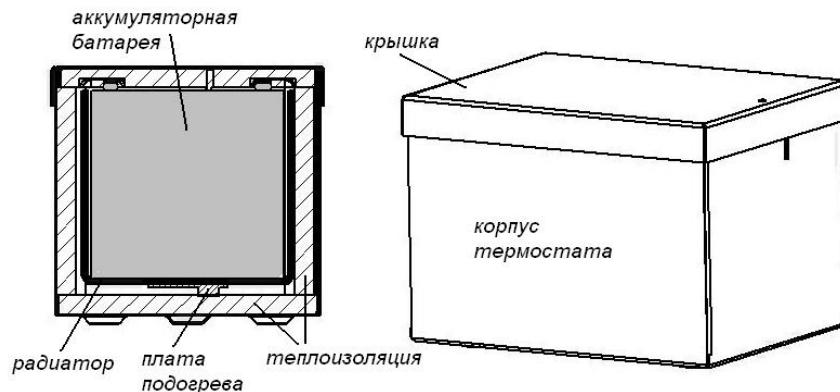

Рис.1 Термостат
- 1.1. Термостат включает в себя собственный корпус с крышкой, плату подогрева АБ с радиатором и теплоизоляцию (рис.1).